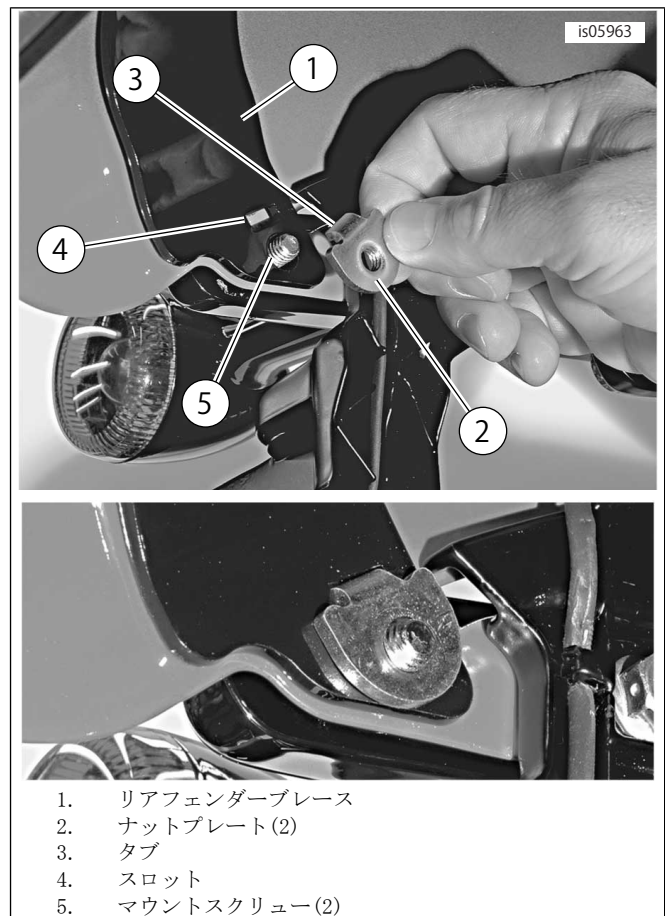

図3。リアフェンダーナットプレート
- f. 図3を参照。ナットプレートを1番後方のフェンダーマウントスクリュー(5)に固定したとき、各ナットプレート(2)のタブ(3)がフェンダーブレース(1)のスロット(4)にはまることを確認します。